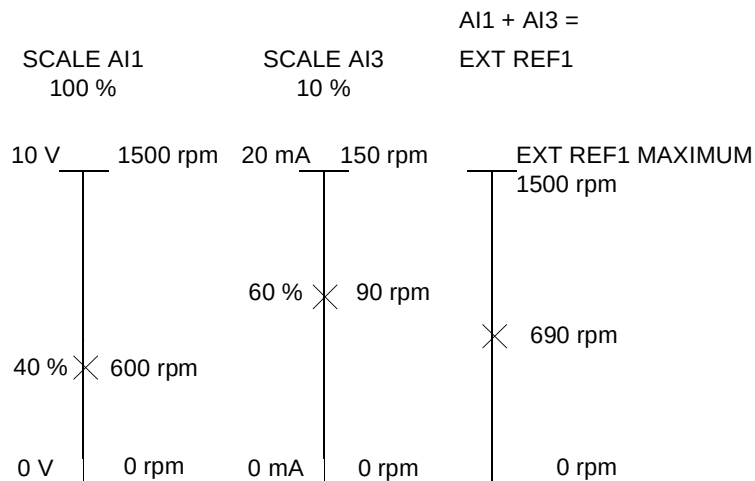

图 6-5 外部给定 1 通过参数 11.03 选择为 $AI1 + AI3$ ，而且由参数 11.05 定义了给定的最大值 (1500 rpm)。模拟输入口 AI1 的范围由参数 13.03 设定为 100 %。模拟输入口 AI3 的范围由参数 13.13 设定为 10 %。
13.03 SCALE AI1 模拟输入口 AI1 信号的比例系数。见图 6-5。